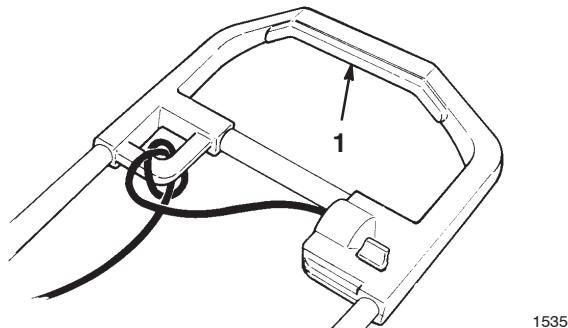

Figure 9
- Pour démarrer le rotor, serrez la barre de commande (Fig. 9).